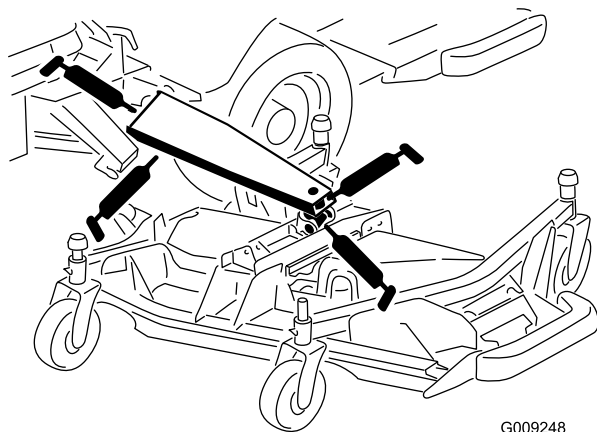

Figure 53
- Bagues de bras de relevage principal (3) (Figure 53)
- Bagues de vérin de relevage (1) (Figure 53).